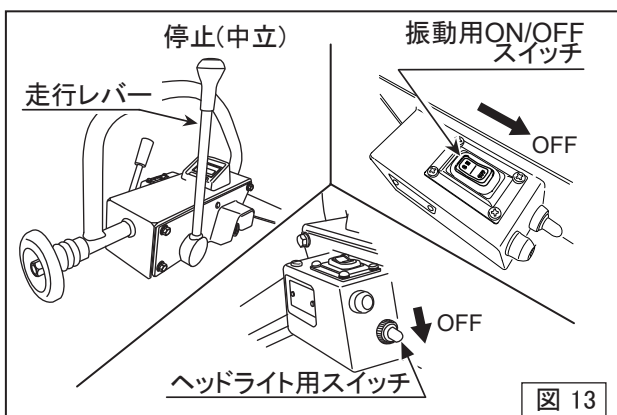

図 13
- 走行レバーを停止(中立)、振動用ON/OFFスイッチ及びヘッドライト用スイッチはOFFの位置にします。(図13)
- 振動用ON/OFFスイッチをOFFにし、走行レバーを停止(中立)に戻してください。振動が停止したことを確認してから调速レバーを停止位置にします。(P14, 図13)